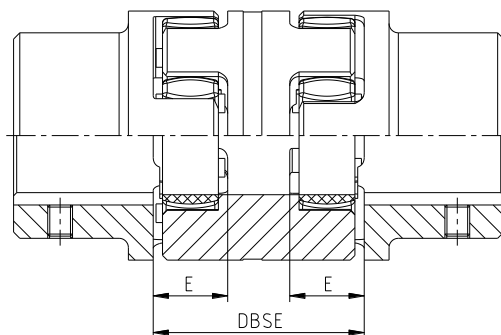

Bild 16: Kopplingsinbyggnad
- Förskjut aggregaten axiellt tills E- resp. DBSE-måttet uppnås (se bild 16).
- Rikta in kuggkransen i mitten mellan naven och kontrollera E- och DBSE-måttet (se bild 16 och kapitel 1).